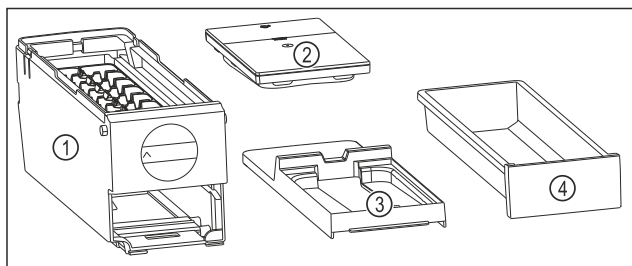

Fig. 143 Części dla EasyTwist-Ice
- EasyTwist-Ice jest rozłożony na cztery części. (patrz Fig. 143)
- Należy demontować EasyTwist-Ice wyłącznie na przedstawione części. (patrz Fig. 143)
- Czyścić korpus EasyTwist-Ice Fig. 143 (1) w całości.